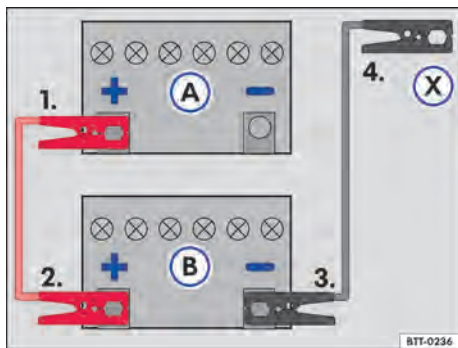

Fig. 182 Esquema para a conexão dos cabos auxiliares de partida: bateria do veículo descarregada (A) e bateria do veículo fornecedora de corrente (B).
Legenda para → Fig. 182:
Conectar o cabo auxiliar de partida somente na sequência 1 – 2 – 3 – 4 → Fig. 182.
- Conectar uma extremidade do cabo auxiliar de partida *vermelho* ao polo positivo (+) do veículo com a bateria do veículo descarregada → Fig. 182 (A) → ⚠.
- Conectar a outra extremidade do cabo auxiliar de partida *vermelho* ao polo positivo (+) do veículo fornecedor de corrente (B).
- Conectar uma extremidade do cabo auxiliar de partida *preto* ao polo negativo da bateria do veículo fornecedor de corrente (B).
- Conectar a outra extremidade do cabo auxiliar de partida *preto* (X) no veículo com a bateria descarregada no ponto de auxílio à partida (ponto de aterramento) ou em uma peça de metal parafusada firmemente no bloco do motor – porém não nas proximidades da bateria (A) → ⚠.